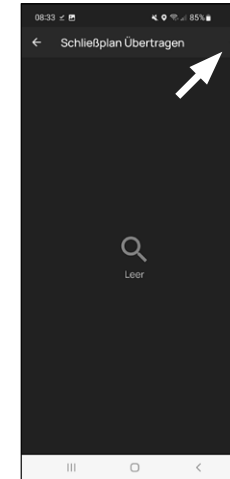

Abb. 1
- ② Tippen Sie Sie auf das „+“ oben rechts (Abb. 1).
- ③ Wählen Sie den Zylinder aus, für den Sie Informationen übertragen wollen (I) (Abb. 2) und danach auf „Prog. Datei“ oben rechts (II) (Abb. 1).